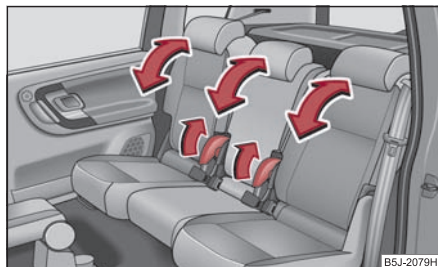

Fig. 66 Réglage des dossiers
- Tirez la manette ⇒ fig. 66 et réglez l'inclinaison souhaitée pour le dossier. ■
- Tirez la manette ⇒ fig. 66 et rabattez complètement le dossier vers l'avant.